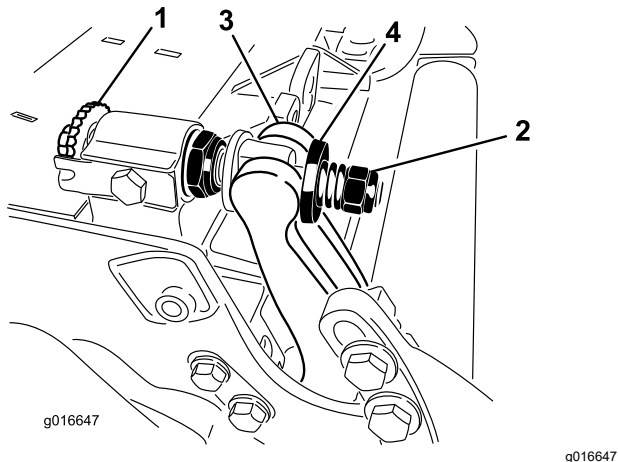

图 30
1. 逆时针旋转底刀架调节螺丝将底刀后撤离开滚刀 图 30。
2. 退出弹簧加压螺母直到垫圈不再对底刀架 图 30 施压。